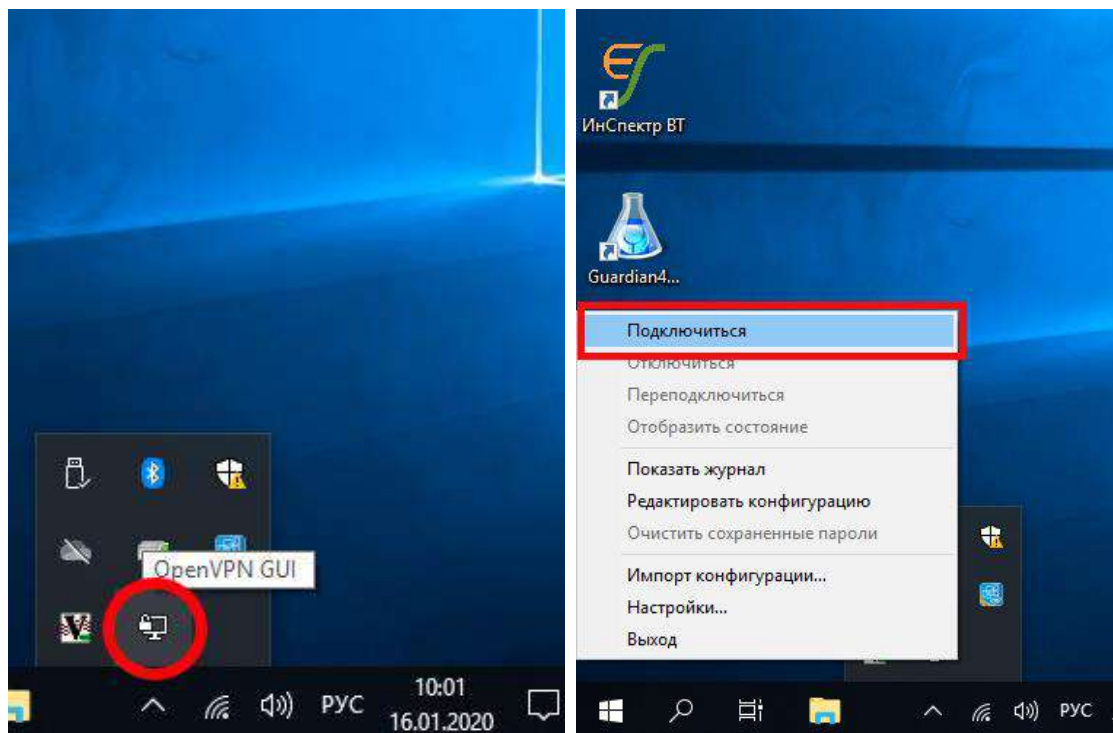

Рис. 2.4 Расположение ярлыка программы OPEN VPN и пункта меню «Подключиться».
3. Правой кнопкой мыши нажать на ярлык программы OPEN VPN (Рис. 2.4).